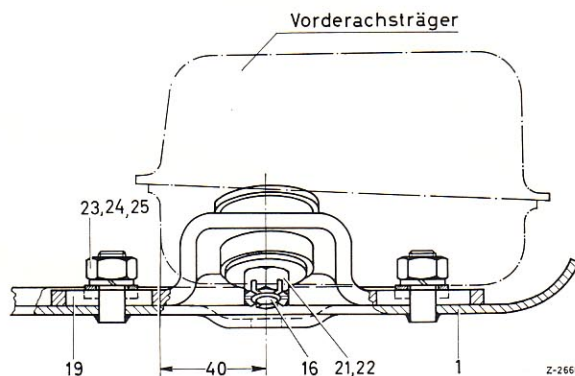

Bild 52-2/4
- Auf die Bolzen mit Scheibe (16) die Teile Pos. 17 bis 21 montieren (Bild 52-2/3).
- Beide Haltebleche (19) auf die bereits im Unterschutzblech (1) eingeschweißten Gewindebolzen aufsetzen und mit den Befestigungsteilen Pos. 23 bis 25 provisorisch anschrauben (Bild 52-2/4).